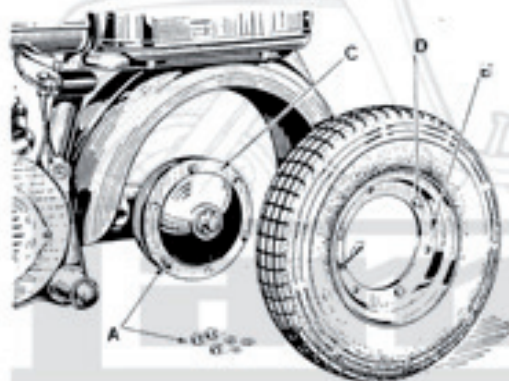
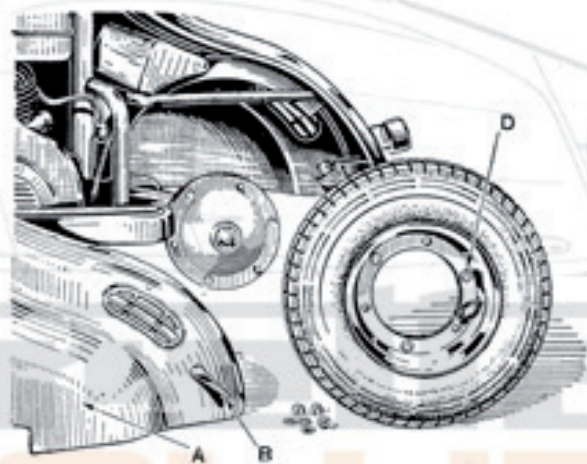

Fig. 8
Fig. 9
Zur Abnahme des Hinterrades beim Modell d die drei blinden Schrauben A (Abb. 8) lösen, welche die Felge (B) an der Nabe (C) festhalten; beim Modell Id den gleichen Vorgang ausführen (Abb. 9), jedoch zuerst die linke Seite (A) der Verkleidung abnehmen, mittels